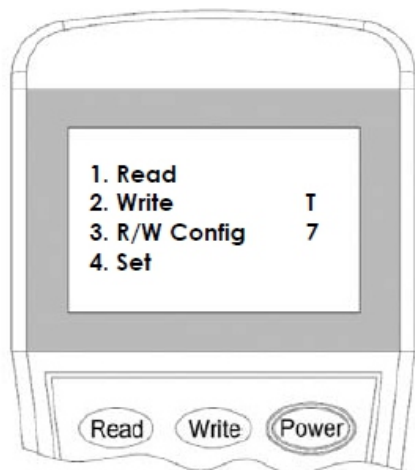
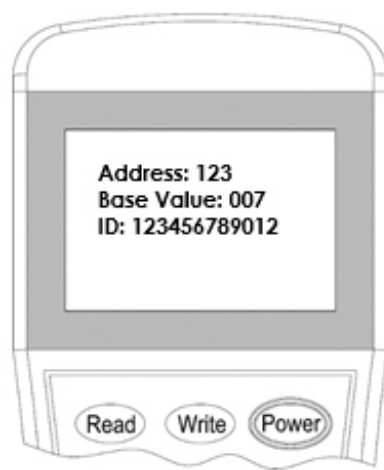

Figura 9
Figura 10
2. Pressione o botão “Read” ou “1” para entrar no modo de leitura (Figura 9). O programador exibirá a configuração após alguns segundos. (Figura 10).